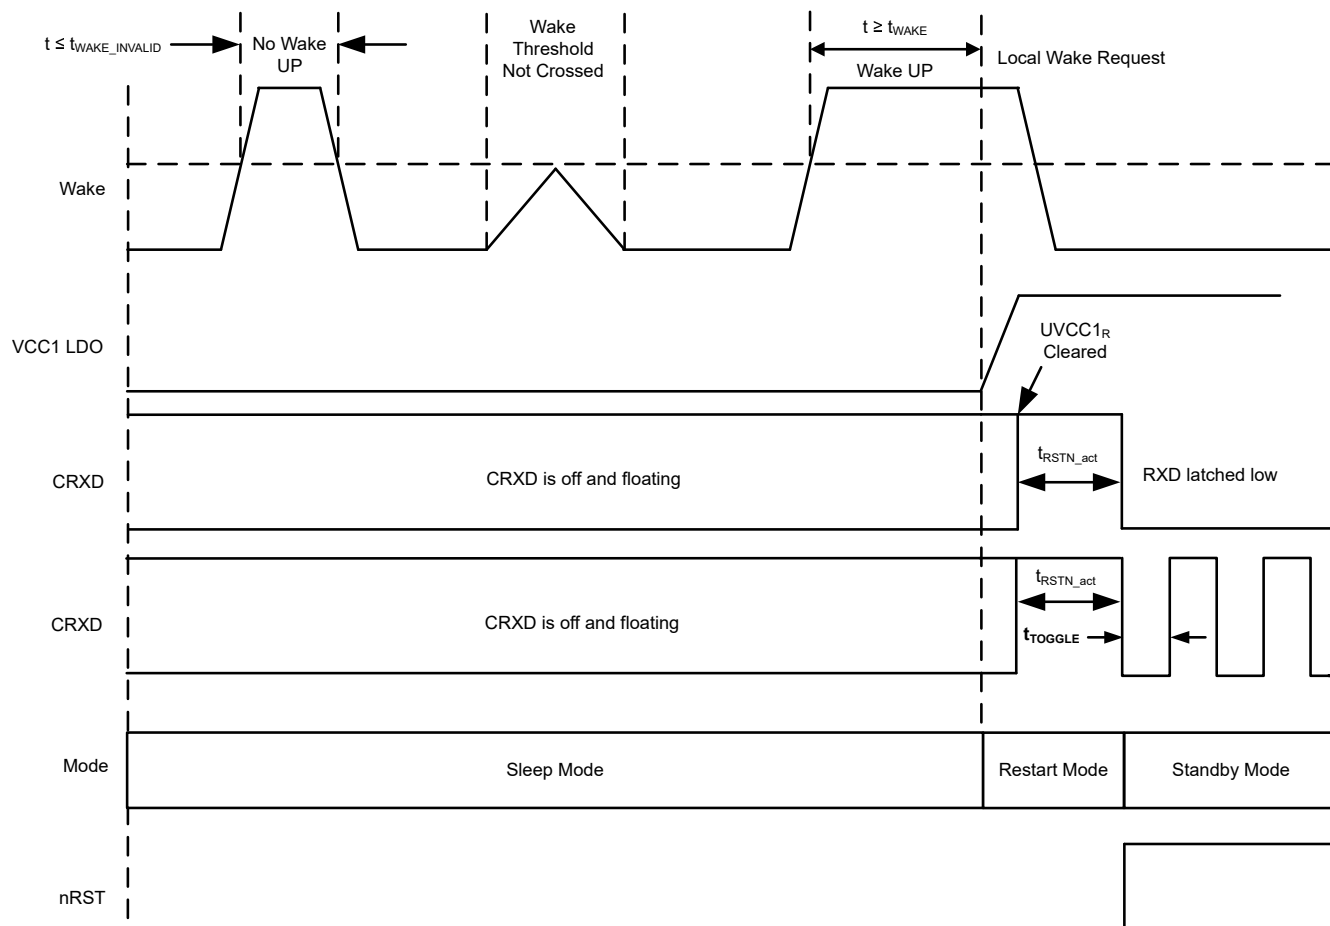
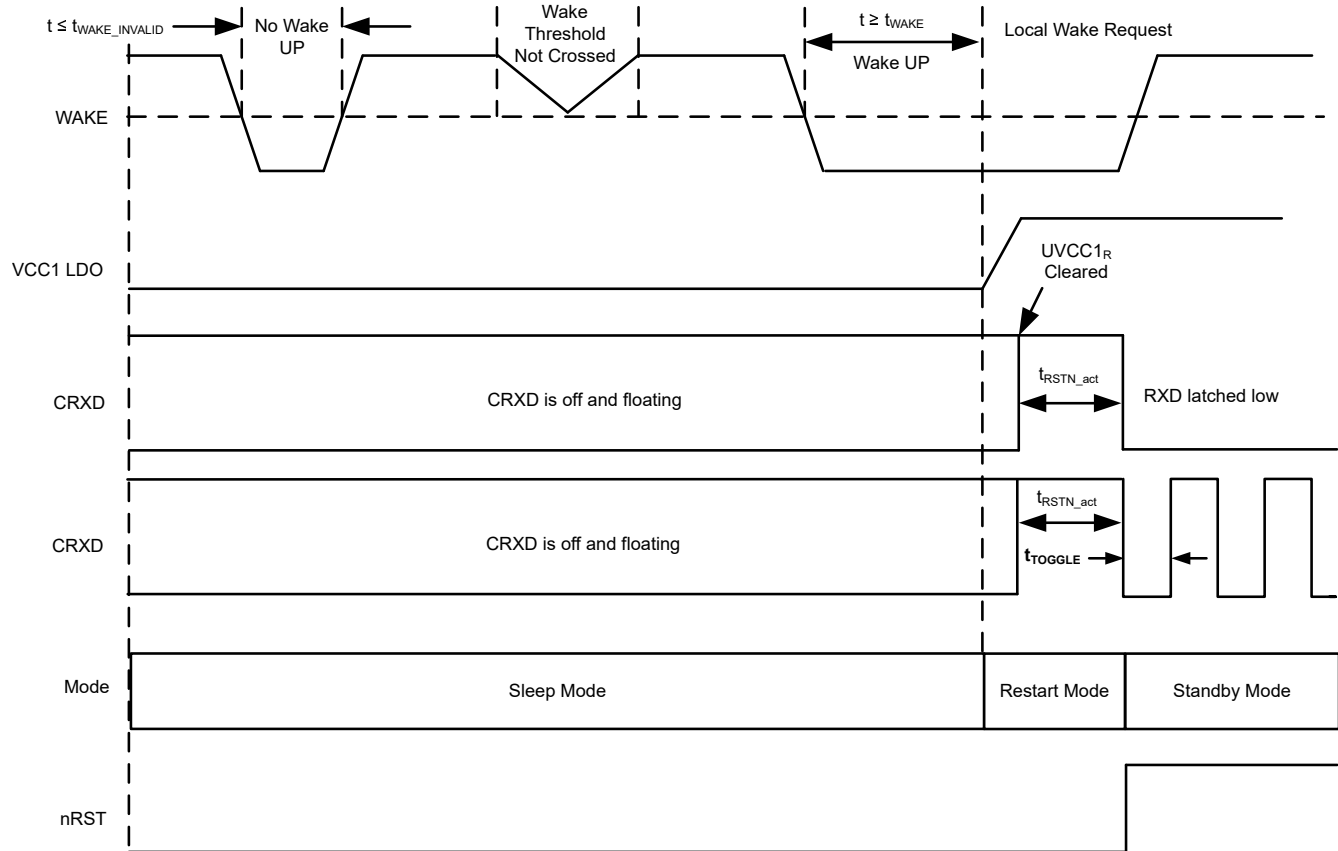

图 8-18. 本地唤醒 - 上升沿
图 8-19. 本地唤醒 - 下降沿
WAKEx 引脚默认为静态检测唤醒（WAKE_CONFIG2、WAKE_CONFIG4 和 WAKE_CONFIG5 寄存器中 WAKEx_SENSE 寄存器位的默认值）。WAKEx 引脚默认为双向输入，但可通过 WAKE_CONFIG 寄存器 8'h11[7:6] 配置为上升沿和下降沿转换，具体请参阅图 8-18 和图 8-19。WAKE 引脚是基于接地的唤醒输入，可与开关一起连接到接地或 V_{SUP} 。WAKEx 引脚输入阈值可以基于 VCC1 电平，从而允许直接连接到处理器或通过开关连接到 VCC1 电源压轨。如果不使用该端子，则将其接地，以避免不必要的寄生唤醒。在器件进入睡眠模式后，WAKEx 端子电压电平需要在 t_{WAKE} 时间内一直处于低电平或高电平状态，才能确定 WAKE 输入的状态转换。小于 $t_{WAKE_INVALID}$ 的脉冲宽度会被滤除。
- 图 8-18 和图 8-19 提供了上升沿或下降沿 WAKE 输入的示例。一旦 $VCC1 > UVCC1$ 并且进入待机模式，RXD 会被拉至低电平。